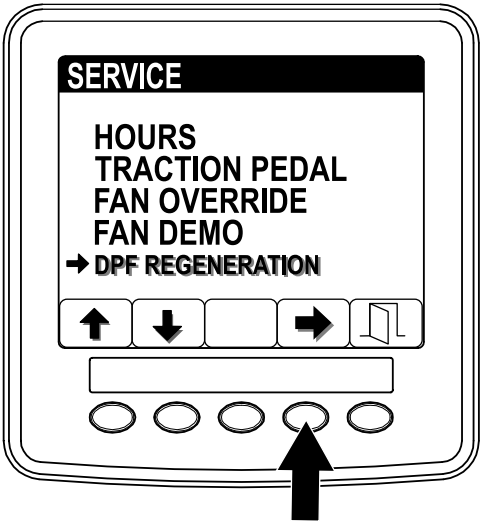

Figura 4
1. Acceda al menú Service (Servicio) y pulse los botones 1 o 2 para desplazarse hacia abajo, hasta la opción DPF REGENERATION (Regeneración de DPF) (Figura 4).